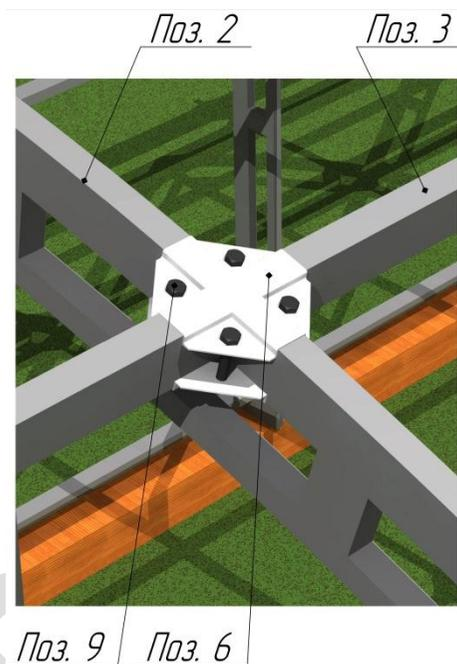

Рис. 8. Монтаж крепления-спайдер «X-образного»
- Поз.6 Крепление-спайдер «Х-образный» – 30 шт. (рис.8,9);
6. Закрепить на дугу (**Поз.2**) крепление-спайдер «Х-образный» (**Поз.6**) (не затягивать) (рис.8).